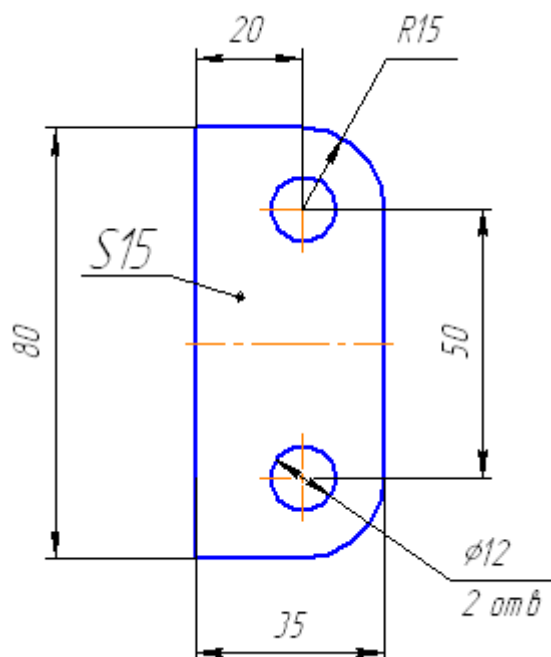

Рисунок 2 – Фрагмент чертежа детали Пластина
Задание 2. Самостоятельно построить чертеж детали Пластина, показанной на рис. 2
5. Используя буфер обмена, вставим в чертеж изображение пластины с рис. 2, поместив его на месте вида сверху.